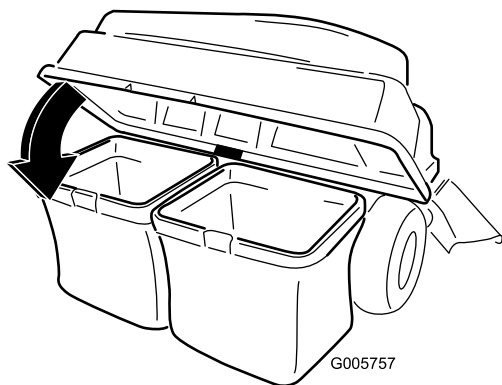

Bild 9
5. Senken Sie die Abdeckung des Heckfangsystems auf den Grasfangkorb ab (Bild 9).